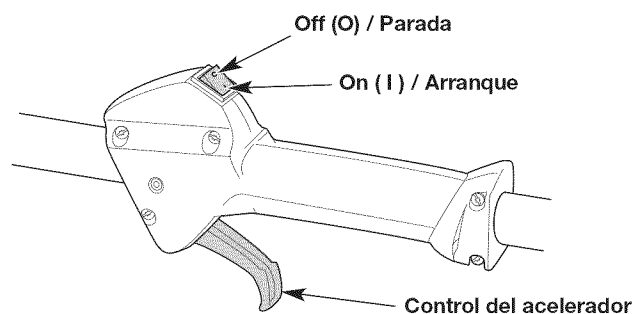
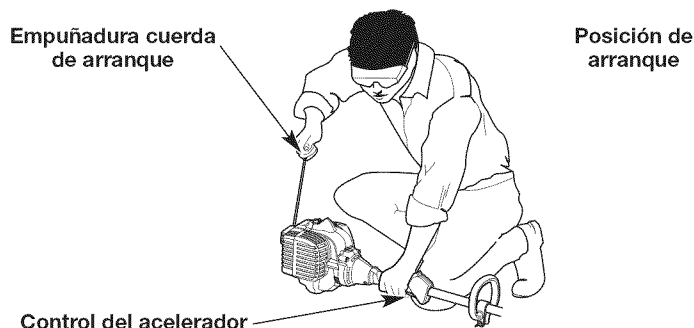

Fig. 9
Fig. 12
**ADVERTENCIA:** Se debe evitar arrancar accidentalmente la unidad. A fin de evitar que se produzcan lesiones graves, el operador y la unidad deben estar en una posición estable cuando se jala la cuerda de arranque (Fig. 12).
**NOTA:** No es necesario encender la unidad. El interruptor de encendido/apagado está en la posición ON (1) (encendido) en todo momento (Fig. 9).
5. Agacharse en la posición de arranque (Fig. 12).
6. Apriete el control del acelerador (Fig. 9) y tire de la cuerda de arranque con un movimiento controlado y firme **5 veces** (Fig. 12).
2. Oprima y mantenga apretado el interruptor de encendido/apagado en la posición OFF (0) (apagado) hasta que el motor se pare por completo (Fig. 9).
- NOTA:** No es necesario encender la unidad. El interruptor de encendido/apagado está en la posición ON ( I ) (encendido) en todo momento (Fig. 9).
7. Apriete y mantenga oprimido el control del acelerador (Fig. 9). Ponga en marcha el accesorio Speed Start™ durante 2 segundos.
2. Oprima y mantenga apretado el interruptor de encendido/apagado en la posición OFF (O) (apagado) hasta que el motor se pare por completo (Fig. 9).